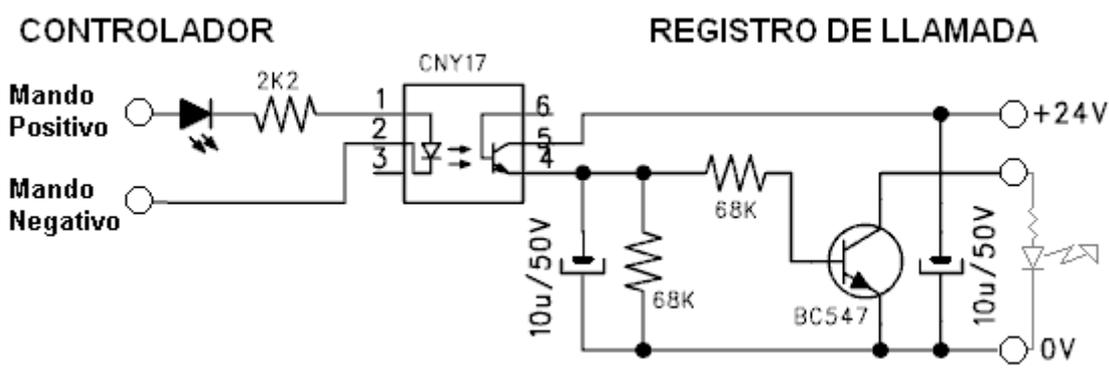
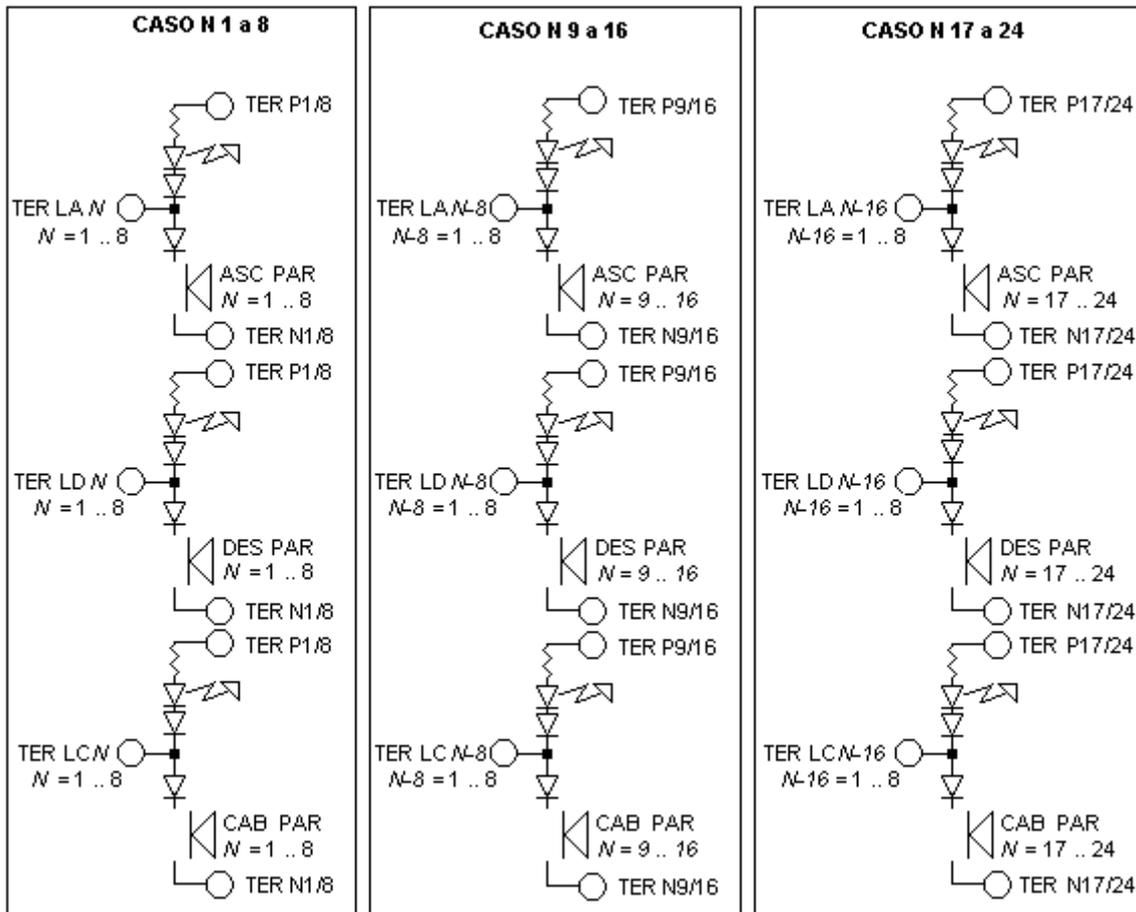
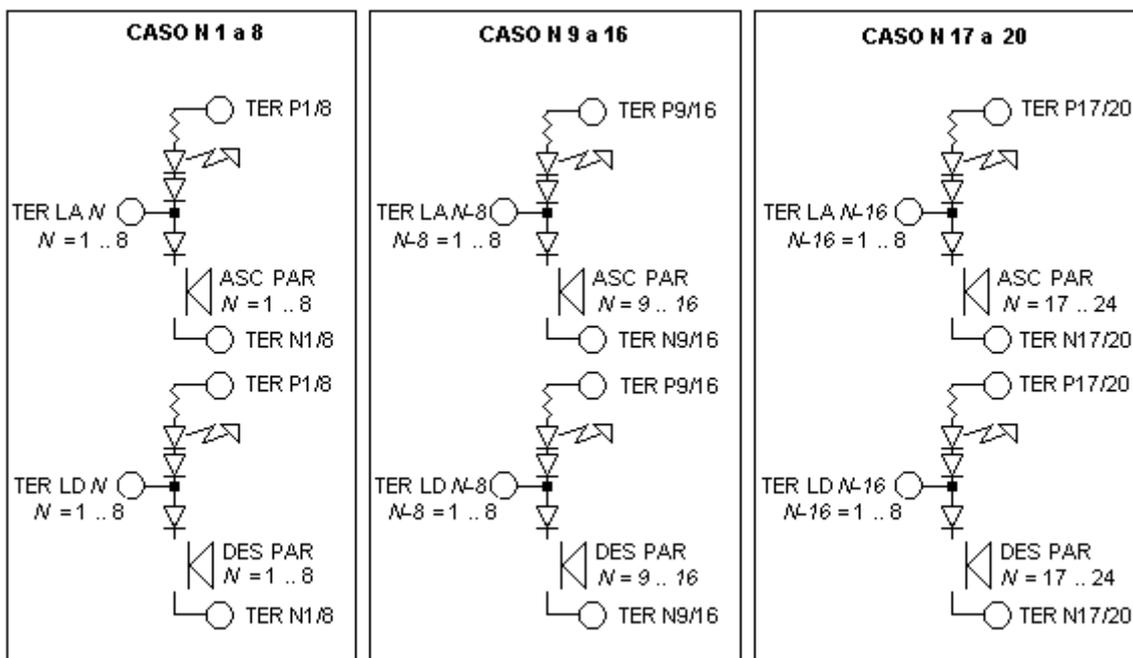

Figura 9
Figura 13
Figura 17
No circuito da **¡Error! No se encuentra el origen de la referencia.**, os LEDs de registro ativos cintilam. Para eliminar esta cintilhação, podem ser ligados os LEDs de registro seguindo a Figura 9.
- Os pulsadores de chamada da cabina, de chamada descendente e de chamada ascendente de uma parada N entre 1 e 8 devem ser ligados aos terminais P1/8 e N1/8, e respectivamente aos terminais LCN, LDN e LAN, conforme Figura 13
- Os pulsadores de chamada da cabina, de chamada descendente e de chamada ascendente de uma parada N entre 9 e 16 devem ser ligados aos terminais P9/16 e N9/16, e respectivamente aos terminais LC N-8, LD N-8 e LA N-8 conforme Figura 13
- Os pulsadores de chamada da cabina, de chamada descendente e de chamada ascendente de uma parada N entre 17 e 24 devem ser ligados aos terminais P17/24 e N17/24, e respectivamente aos terminais LC N-16, LD N-16 e LA N-16 conforme Figura 13.
No circuito da Figura 13, os LEDs de registro ativos cintilam. Para eliminar esta cintilação, podem ser ligados os LEDs de registro seguindo a Figura 9.
- Os pulsadores de chamada descendente e de chamada ascendente de uma parada N compreendida entre 1 e 8 devem-se ligar aos terminais P1/8 e N1/8, e respectivamente aos terminais LD N e LA N , conforme Figura 13
- Os pulsadores de chamada descendente e de chamada ascendente de uma parada N compreendida entre 9 e 16 devem-se ligar aos terminais P9/16 e N9/16, e respectivamente aos terminais LD $N-8$ e LA $N-8$ conforme a Figura 17
- Os pulsadores de chamada descendente e de chamada ascendente de uma parada N compreendida entre 17 e 20 devem-se ligar aos terminais P17/20 e N17/20, e respectivamente aos terminais LD $N-16$ e LA $N-16$ conforme Figura 17.
No circuito da Figura 17, os LEDs de registro ativos cintilam. Para eliminar esta cintilação, podem se ligar os LEDs de registro conforme Figura 9.